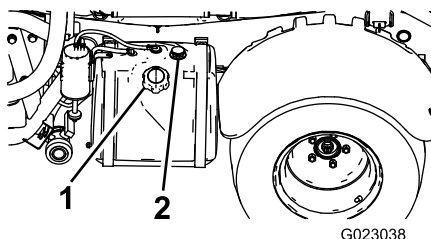

Figura 11
2. Limpe a área ao redor da tampa do tanque de combustível (Figura 11).